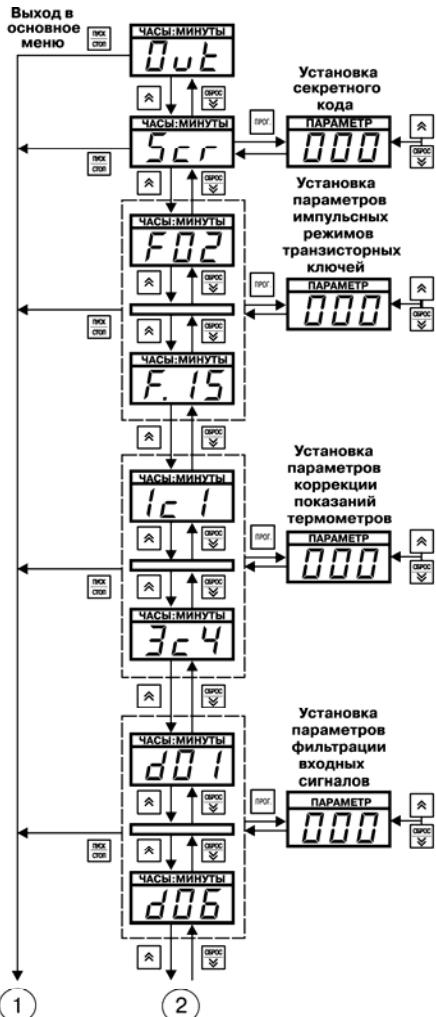

Рис. 4.3. Схема, поясняющая программирование на уровне L2
4.2.3.1. На рис. 4.3 изображена схема, поясняющая программирование на уровне L2.
Справа по вертикали на рис. 4.3 расположены изображения индикатора «ПАРАМЕТР», на который выводятся значения программируемых параметров. Здесь же изображен сдвоенный индикатор: на верхнем индикаторе «ЧАСЫ:МИНУТЫ» высвечивается имя кода доступа в уровень программирования – «*Лод*», на нижнем индикаторе «ПАРАМЕТР» – значение кода доступа – например, «000».
нажимать кнопку **ПРОГ.**. Происходит переход к первому, общему для всего прибора параметру **oД 1** (см. середину рис. 4.3), при этом имя параметра «**oД 1**» мигает на индикаторе «ЧАСЫ:МИНУТЫ», значение параметра отображается на индикаторе «ПАРАМЕТР».
нажать кнопку **ПРОГ.**, новое значение запишется в память и произойдет переход к следующему параметру (на рис. 4.3 показано стрелками вниз).
- если надо перемещаться вверх по списку параметров (см. рис. 4.3), при этом на мигающем индикаторе «ЧАСЫ:МИНУТЫ» отображается имя параметра, а на индикаторе «ПАРАМЕТР» - его значение. Таким образом можно просмотреть значения всех параметров, не входя в режим изменения значения параметра.
Ввод кода доступа (см. рис. 4.3., выход на L2 по кнопке ПРОГ.)
Продолжение рис. 4.3